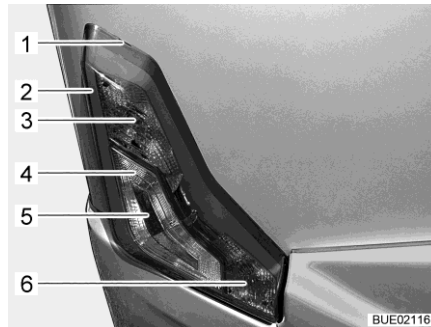

Bild 166 Belysning bak
- Sätt i ett platt verktyg i skåran (Bild 166,1) och lyft av huset försiktigt.